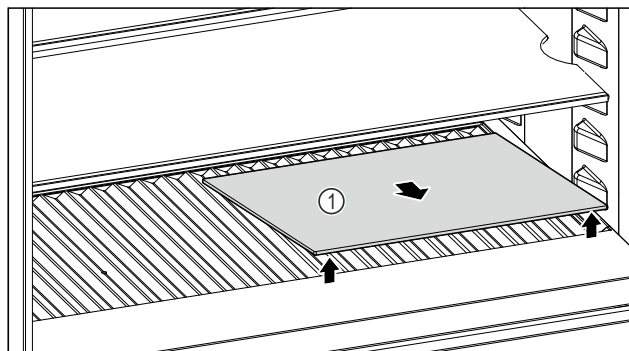

Fig. 206
- Podnieść płytę szklaną Fig. 206 (1) z przodu przy zagłębieniu i wyciągnąć.
- Przechować płytę szklaną Fig. 206 (1) w bezpiecznym miejscu poza urządzeniem.